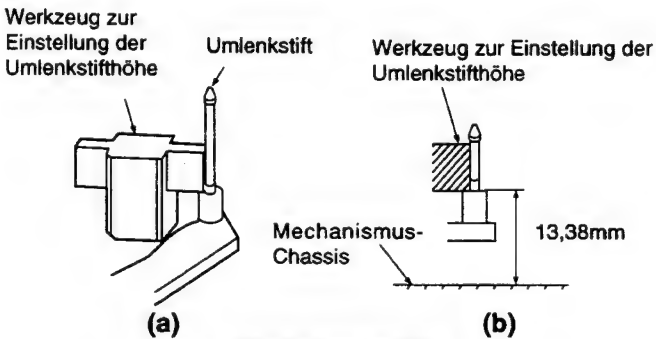

Abbildung 4-28.
- 1. Bei eingefädeltm Band mit dem Umlenkstift-Höheneinstellwerkzeug die Höhe vom Mechanismus-Chassis zum unteren Flansch des Umlenkstifts auf 13,38 mm einstellen. (Siehe Abbildung 4-28(a)(b).)